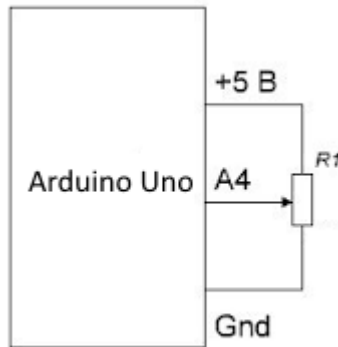

Рис. 5. Схема підключення змінного резистора до Arduino Uno
5. Підключити підстроювальний або змінний резистор за схемою подільника напруги (потенціометра) на рис. 5.